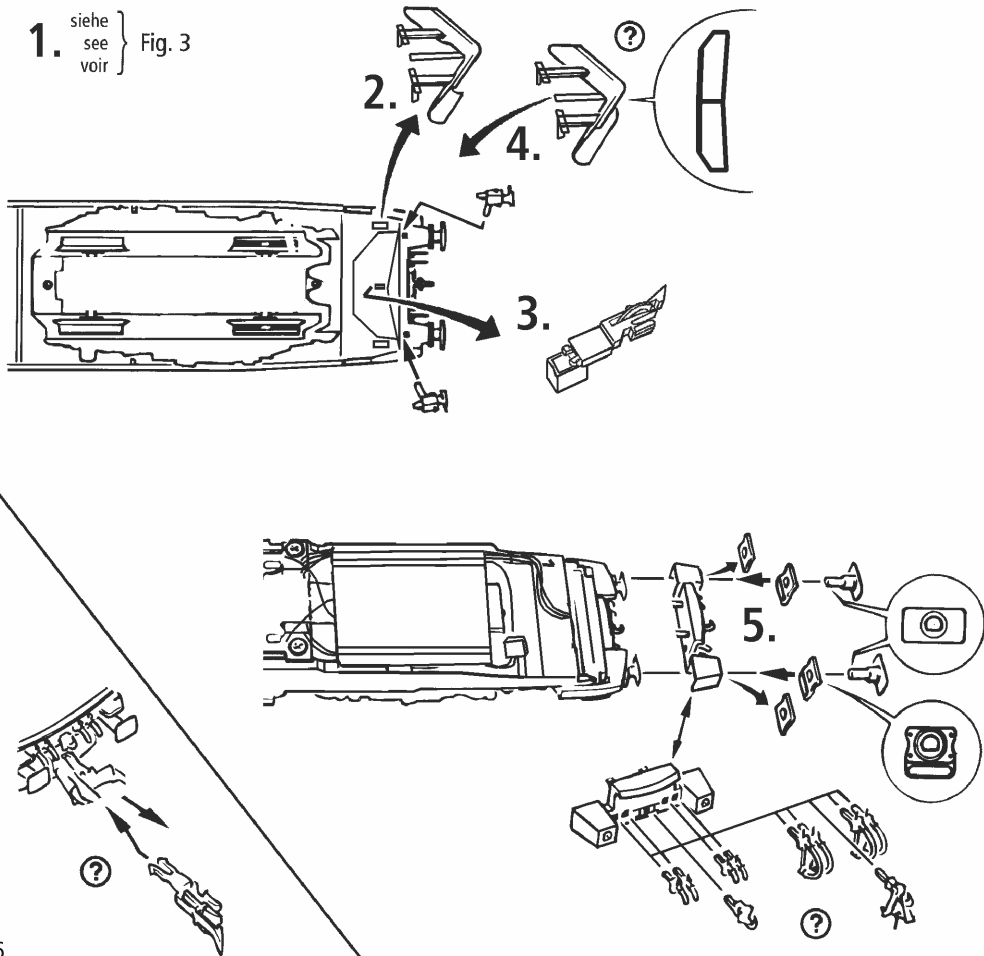

Fig. 3
2. Schmierung: Versehen Sie die im Schmierplan in Fig. 6 gekennzeichneten Stellen mit nur **kleinen Öltropfen**. Dazu zuerst das Lokgehäuse abnehmen (Fig. 3). Wir empfehlen den ROCO **Öler Art.-Nr. 10906**. Fürs Schmieren der Getriebeteile (Zahnräder, Schnecke) empfehlen wir das ROCO-**Spezialfett Art.-Nr. 10905**. Im Falle der Schmierung diese Teile **nicht ölen**.
4. Kohlebürstenwechsel: Lokgehäuse abnehmen (Fig. 3). Danach wird der Motor ausgebaut und die Kohlebürsten ausgewechselt (Fig. 7).
4. Remplacement des balais du moteur: Démontez la caisse (voir fig. 3). Démontez ensuite le moteur et échangez le balais (fig. 7).
2. Lubrication: Apply **tiny oil drops** to spots marked in fig. 6. Prior to lubrication dismantle locomotive (fig. 3). We recommend using item no. **10906, Roco oiler**. For lubrication the gear-parts (e.g. cog-wheels, worm) we would recommend our Roco **special grease** (item no. **10905**).
4. Carbon Brush Changing: First remove loco body (fig. 3), and then the motor (fig. 7).
1. siehe } Fig. 3